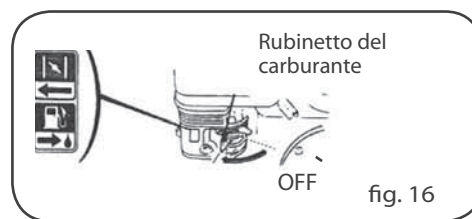

fig. 16
2. Portare l'interruttore del carburante in posizione "OFF" (Fig. 16).